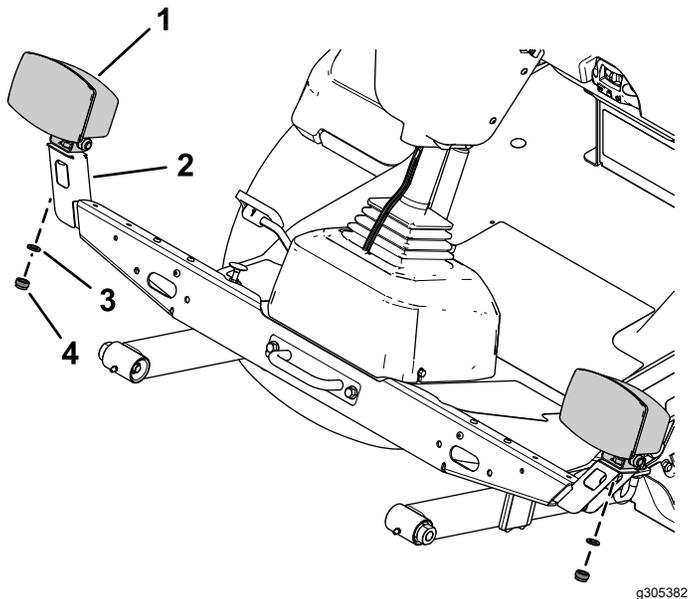

Figura 20
- Fije el conjunto de luz izquierda y el conjunto de luz derecha en el bastidor de luz izquierda y el bastidor de luz derecha con la arandela de freno y la tuerca hexagonal en los conjuntos de luces (Figura 20).